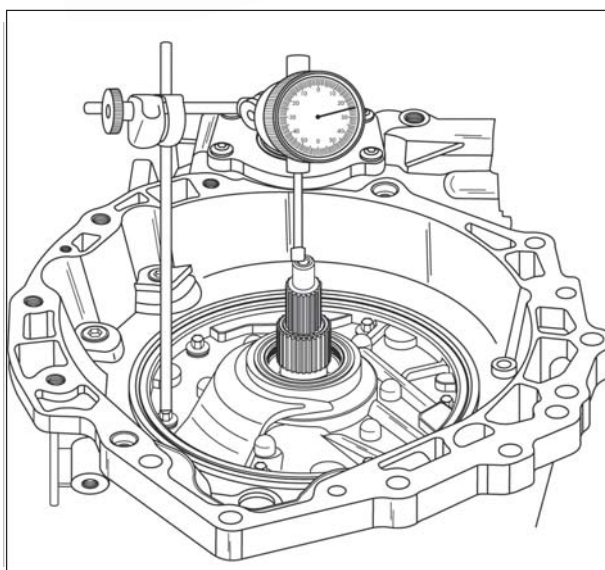

Figura 59
35. Gire a transmissão de maneira a que o eixo de entrada fique na posição vertical, conforme mostra a figura 59, e instale o relógio comparador com sua base magnética.